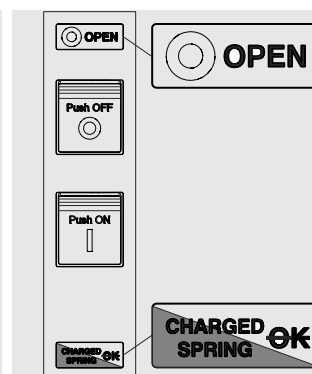

Abbildung 85
5. Leistungsschalter aus mit gespannten Federn und nicht einschaldbereit (siehe Abbildung 85). Dieser Zustand kommt in den folgenden Fällen vor: